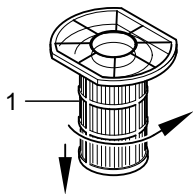

Abb. 21
- Entfernen Sie das Filtergitter (Abb. 21/1), das den Lamellen-Zentralfilter vor groben Verschmutzungen schützt. Drehen Sie dazu das Filtergitter in Pfeilrichtung und entnehmen Sie es nach unten.